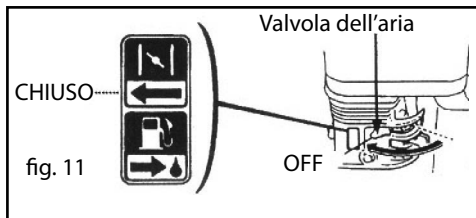

fig. 11
7. Portare la leva della valvola dell'aria in posizione "CHIUSO" (fig. 11).